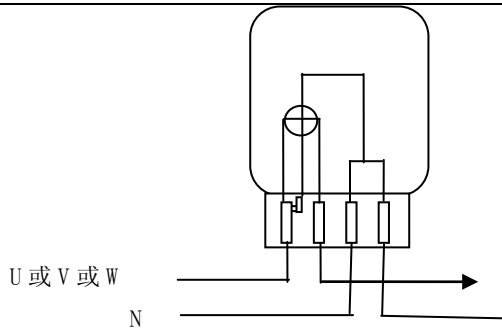

图 2
4) 单相表接线应符合 DL/T 825-2002 中附录 A 中图 A.1 要求，单相计量有功负荷直接接入方式的接线要求（如图 2）。不能将火线或者零线串接起来，否则会因多个用户电流集中流过端子导致过载烧坏。